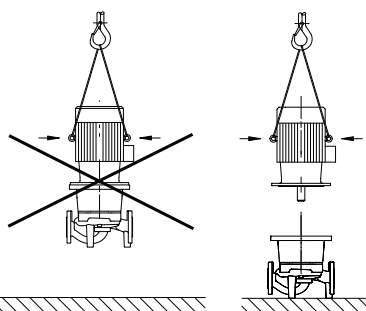

Fig. 16: Transport silnika
- Uchwyty umieszczone na silniku służą wyłącznie do podnoszenia silnika, a nie do przenoszenia całej pompy (Fig. 16).